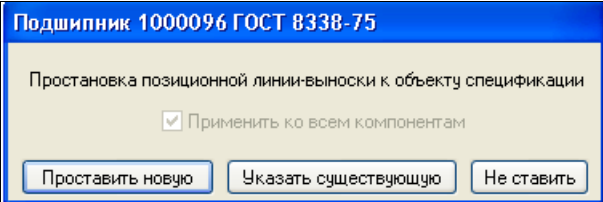

Рис. 26.10. Диалоговое окно Построение линии-выноски
- ♦ в окне **Объект спецификации** нажмите кнопку **ОК** для ввода в спецификацию или **Создать объект** на Панели свойств. Появится окно **Построение линии-выноски** (рис. 26.10);